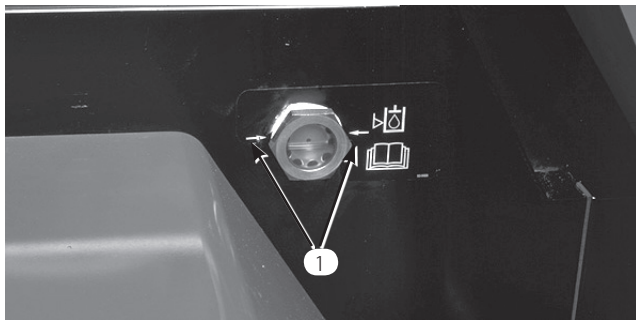
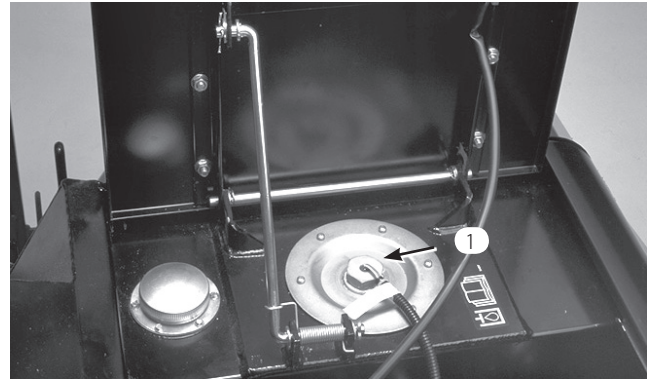

図 40
図 41
平らな場所で、オイルが冷えた状態で点検を行ったとき、油面の高さが点検窓についている矢印よりも5～10mm低ければ適正です。オイルが暖かいときには、油面の高さが矢印と同じ高さであれば適性です(図40)。不足している場合には 10W30 オイルを補給してください。
2. タンク・カバーの周囲を丁寧に清掃する(図41)。カバーを外し、油面の高さが矢印と同じ高さになるまでオイルを補給する(図40)。「油圧オイルの点検」を参照。
4. カuttingユニットを上昇させ、オイルが暖かい状態で点検窓で油量を点検する (図40)。油面の高さが矢印よりも低ければ、矢印の高さまでオイルを補給する。オイルの温度が低いときには補給量に注意すること。
6. 点検窓で点検 (図40)。オイルが暖かいときに油面の高さが点検窓の矢印までであれば適正。不足している場合にはオイルを補給する。